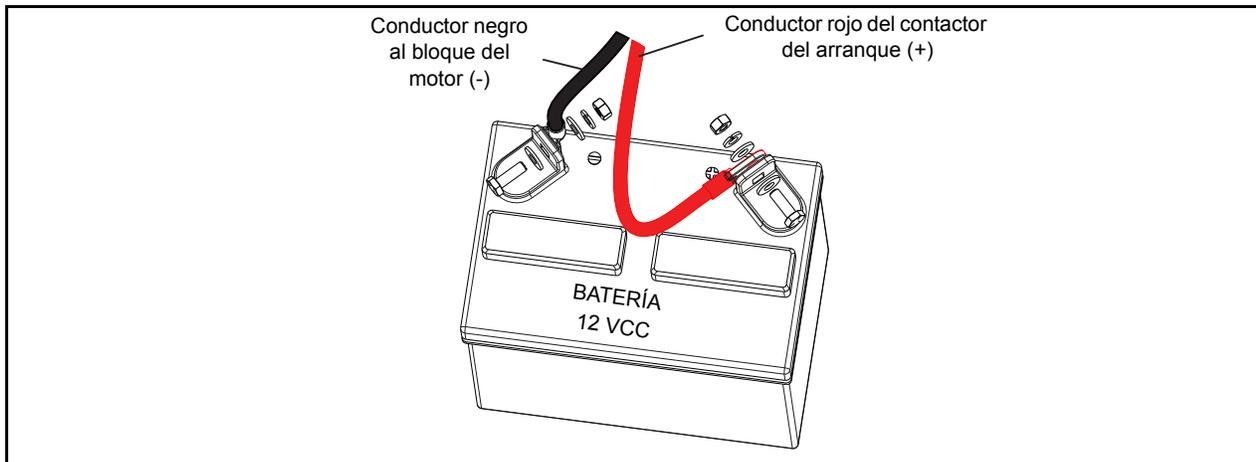

Figura 6-3. Conexiones de cables de la batería
9. Conecte el cable de batería rojo (del contactor de arranque) al borne de batería indicado por positivo, POS o (+) usando el perno, arandelas y tuerca provistos con las piezas sueltas (Figura 6-3.).
10. Conecte el cable de batería negro (de la conexión a tierra del motor) al borne de batería indicado por negativo, NEG o (-) usando el perno, arandelas y tuerca provistos con las piezas sueltas (Figura 6-3.).